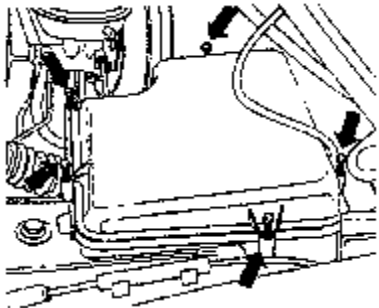

图 11-37 拆卸控制单元的保护罩盖
④如图 11-37 所示，为了能够拆除控制单元保护罩的盖子。必须箭头所示旋出自攻螺钉。